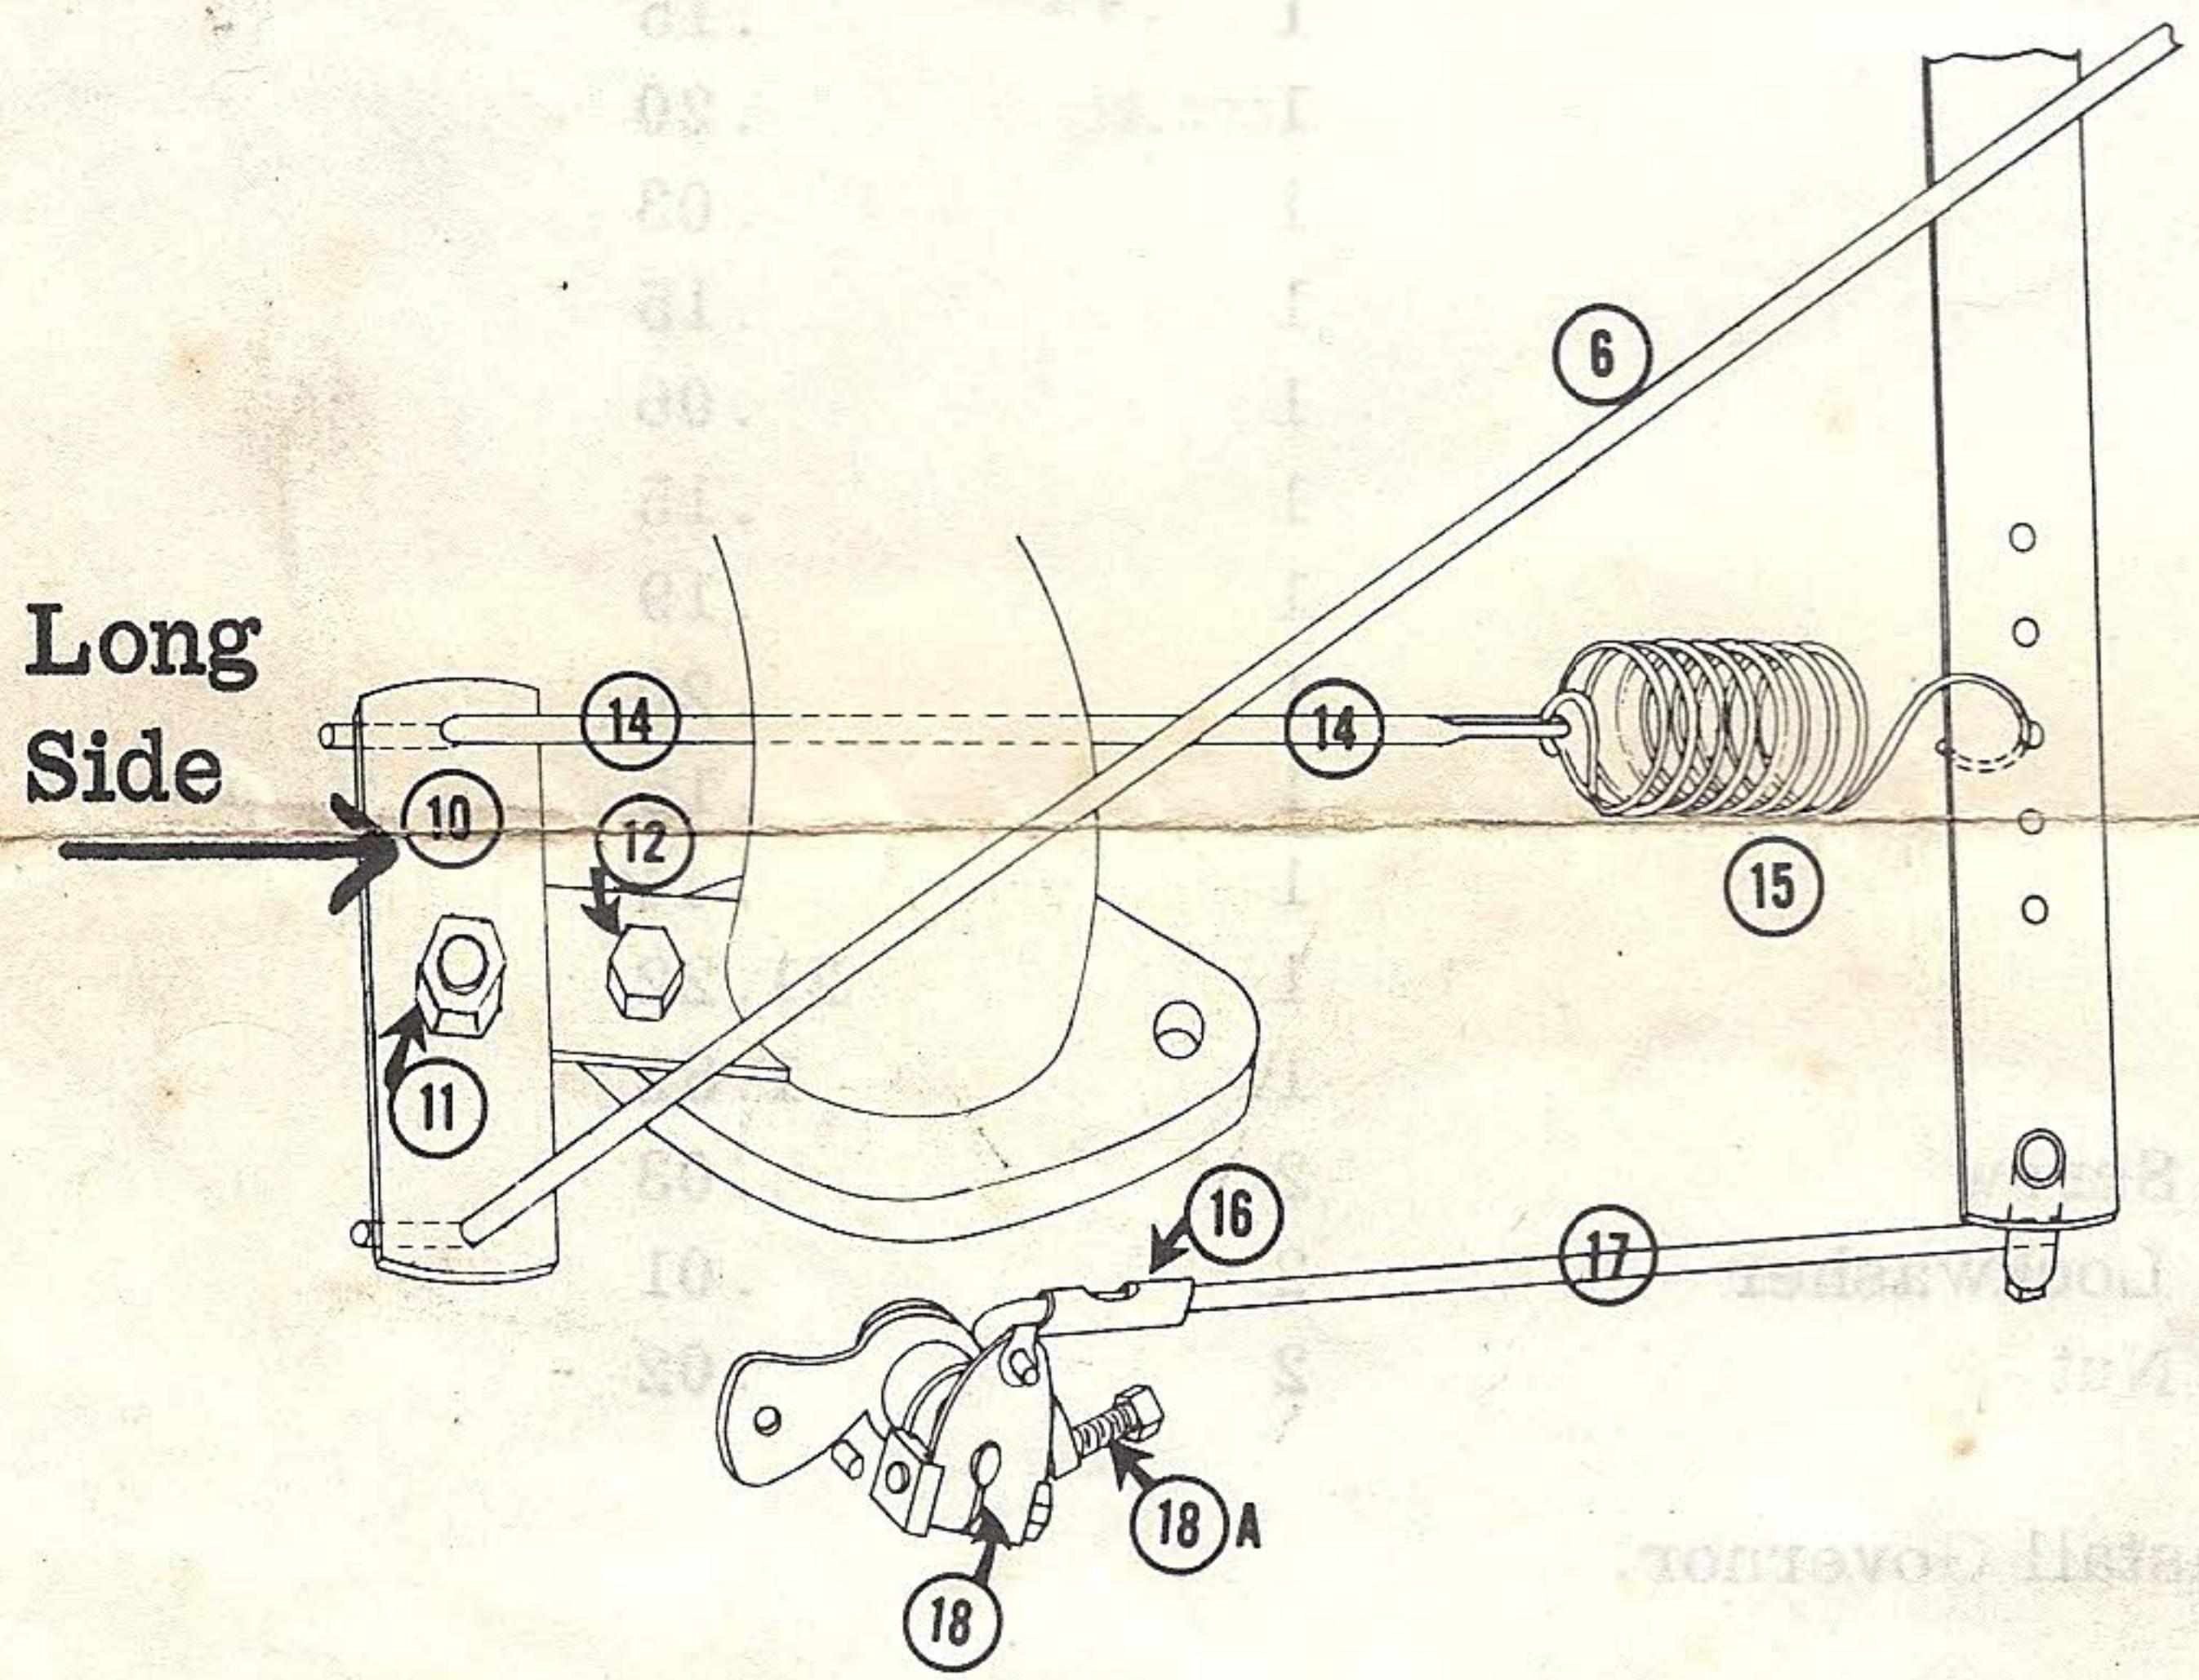

Figure 3
9. Remove the Screw (12 in Figure 3), from the Manifold-Carburetor Assembly.
- Remove the Screw (12 in Figure 3), from the Manifold-Carburetor Assembly.
- Assemble the Governor Control Bracket and Arm (10 and 12 in Figure 3) as shown, using the 191-S Pivot Screw and 242-N Pivot Screw Nut (11 in Fig. 3).
- Mount on the Manifold by using the same Screw you took from the Manifold-Carburetor Assembly. The Governor Control Arm should move easily with very light pressure, adjust loose tension with the 242-N Pivot Screw Nut, (11 in Figure 3).
- Insert the Governor Control Link (14 in Figure 3) into the hole in the Governor Control Arm, extending it towards the Governor Lever.
- Mount Bellcrank (18 in Figure 3)—furnished with Governor Kit—to Carburetor, discarding old Bellcrank. MOUNT SO THERE IS EQUAL TRAVEL BETWEEN A VERTICAL CENTER LINE AND WIDE OPEN, AND A VERTICAL CENTER LINE AND CLOSED. THEN, JUST BARELY "CRACK" THE BELLCRANK AWAY FROM THE WIDE OPEN WITH A .020" FEELER GAUGE. Tighten P Screw tightly (Figure 4).
14. Hold the Bellcrank in the wide open position as (see Figure 4), and the Governor Lever at its stop towards the Tractor. Fit Throttle Linkage Rod (17 in Figure 3) from Bellcrank to the end of the Governor Lever. This Rod must fit freely and firmly in place without binding or strain. Attach with the small clip provided, and tighten down screw in Swivel Pin on Governor Lever. TEST THIS LINKAGE AFTER IT IS IN PLACE BY MOVING THROUGH IT'S ENTIRE TRAVEL.
15. Insert the Governor Spring (15 in Figure 3) into the CENTER hole in the Governor Lever, and hook Spring into the slot in the Governor Control Link.
19. Start the Tractor. With Governor Throttle closed, adjust the idle screw (18-A in Figure 3) until the Tractor is idling satisfactorily, being sure idle screw contacts the stop while this is being done.
9. Enlever la vis (I2 de la figure 3) de la pipe d'admission du carburateur.
I0. Accoupler le bras de contrôle du régulateur (IO) et son support comme indiqué figure 3, en utilisant la vis I9I S et l'écrou 242 N (II)
I3. Fixer la nouvelle biellette de commande (I8 de la fig. 3) au carburateur, à la place de l'ancienne, de manière à avoir une course symétrique et égale entre la position ouverte et la position fermée. Repérer avec une fente le milieu de la course totale ; intercaler une cale de 5/I0 le long de la butée avant de serrer énergiquement le boulon (voir figure 4).
- I5. Faire passer le ressort (I5) de la figure 3 dans le trou du milieu du levier du régulateur et accrocher l'autre extrémité à la tringle de commande (I4).
- I6. Faire glisser la tige 6 venant de la manette des gaz dans le bras de contrôle (I0) suivant la figure 3.
- I9. Mettre le moteur en marche. Avec la manette des gaz en butée, régler la vis de ralenti (I8 A de la fig. 3) jusqu'à ce que le moteur ait un ralenti satisfaisant, en maintenant, à la main, la biellette à sa position fermée, de manière à maintenir la vis de ralenti au contact de la butée.
- I10. Un compte-tours est nécessaire pour régler convenablement le régulateur - Il n'y a pas d'autre méthode possible pour effectuer le réglage très important indiqué ci-après. Placer le compte-tours en bout de l'arbre de la poulie de lancement - Pousser la biellette de commande du carburateur dans le sens de l'ouverture tout en observant le compte-tours. Lorsque celui-ci atteint un régime de 2500 à 2700 tours, arrêter la poussée, le ressort du régulateur doit être en extension. Serrer énergiquement la petite vis pour bloquer l'ensemble. (figure 3).